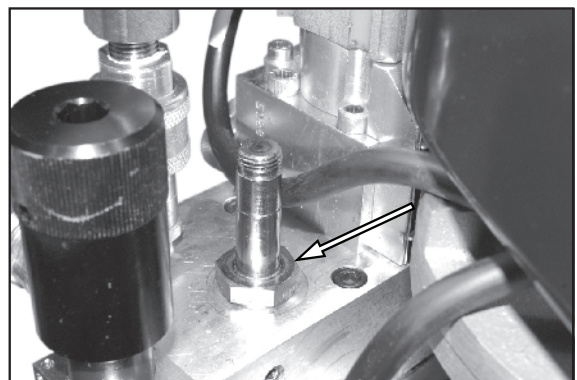

Abbildung 40.
2. Siehe Abbildung 40. Zweiwege-Einsteckventil entfernen.